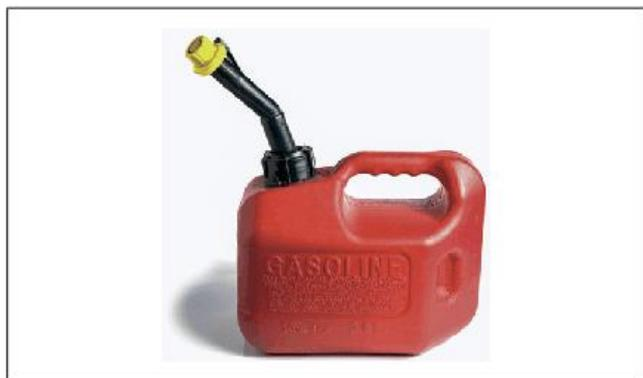

Fig. 3 Tanque de combustível.
- Polietileno de alta densidade (PEAD): um sólido compacto que apresenta alta resistência mecânica e baixo coeficiente de atrito, sua densidade é acima de $0,94 \text{ g/cm}^3$. É utilizado na produção de engrenagens, placas para corte de alimentos, tubos corrugados, tanques de combustível para veículos (Fig. 3) etc.